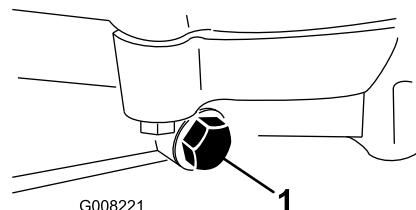

Figura 47
4. Collocate una bacinella sotto il tappo di spurgo (Figura 47).